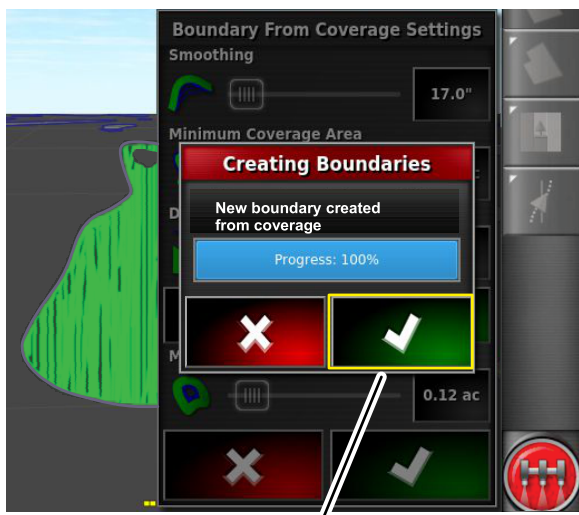

图 55
8. 按“从覆盖范围创建边界设置”对话框的数字图标图 55。